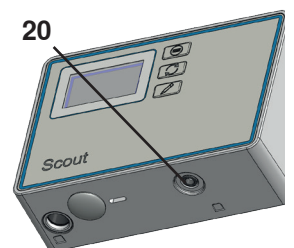

図8
- ⇒センサーユニットの接続ケーブルを、プログラミングディスプレイユニットのポート（20、図8）に差し込みます。